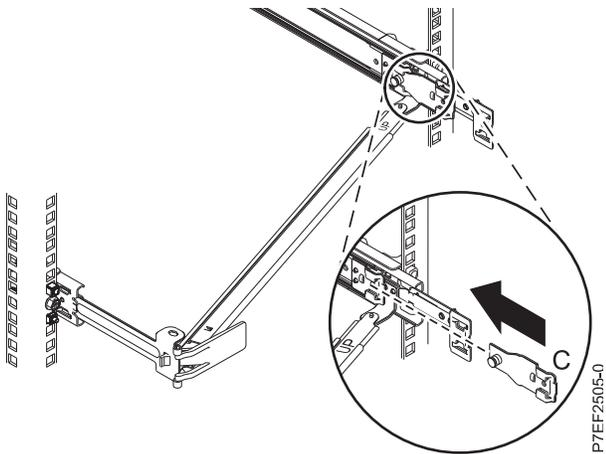

Figura 14. Instalación de la abrazadera de montaje en el riel deslizante
- Conecte la abrazadera de montaje (C) a la ranura dentro del riel deslizante derecho deslizando la abrazadera de montaje (C) en el riel hasta que la patilla accionada por resorte quede encajada en su sitio. Para obtener detalles, consulte la Figura 14 en la página 12.